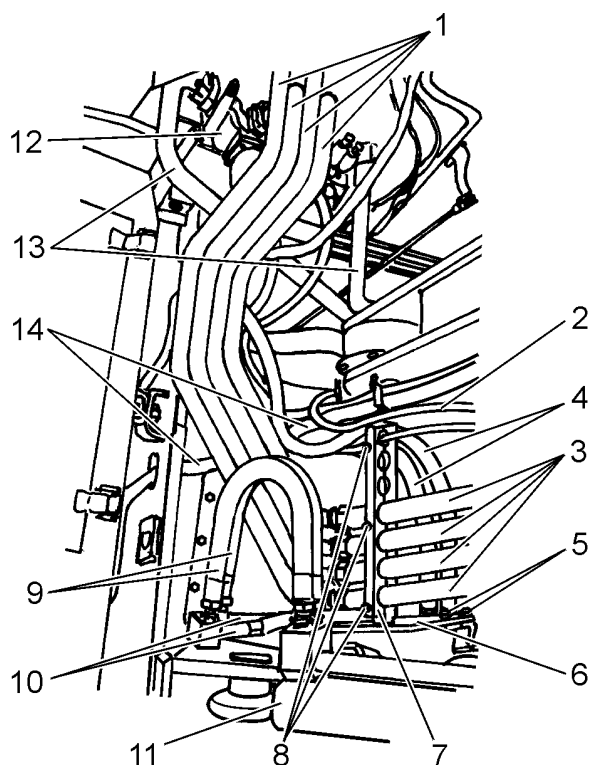

Рис. 7С.6. Места отсоединения
- отсоединить гибкие маслопроводы (3) от жестких маслопроводов(1);
- выкрутить болты крепления разъемных фланцев и отсоединить жесткие маслопроводы (13) от распределителя (12) рабочей гидросистемы;
- открутить три гайки (8) с пружинными шайбами на кронштейне (6) и снять держатель (7) шлангов;
- выкрутить четыре болта (5) с шайбами и снять кронштейн (6) с машины;
- отсоединить гибкие маслопроводы (9) от обоих гидроцилиндров (11) поворота, предварительно отсоединив гибкие маслопровода (4) от жестких маслопроводов (10);
- выкрутить четыре болта, крепящие жесткие маслопроводы (10) к задней раме и снять жесткие маслопроводы (10) вместе с гибкими маслопроводами (9);
- ослабить стяжные хомуты и отсоединить маслопроводы (14) от коробки передач;
- открутить крепежные гайки и демонтировать плиту (7, Рис. 7С.7.) ограждения вместе с уплотнительной прокладкой (5);
- определить поврежденный фрикцион (HI, LO, REV или FWD, смотри Рис. 7С.3. и Рис. 7С.7.). Демонтировать поврежденный фрикцион в порядке, описанном в подпункте «Разборка фрикционов».